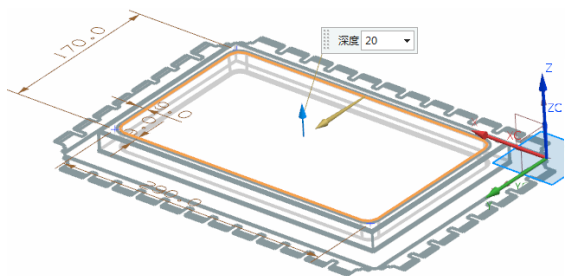

图 2-75 预览所创建的凹坑特征
(3) 视图区预览显示如图2-75所示的钣金件。
(4) 在“凹坑”对话框中,设置“深度”为20,“侧角”为3,“参考深度”为“外部”,